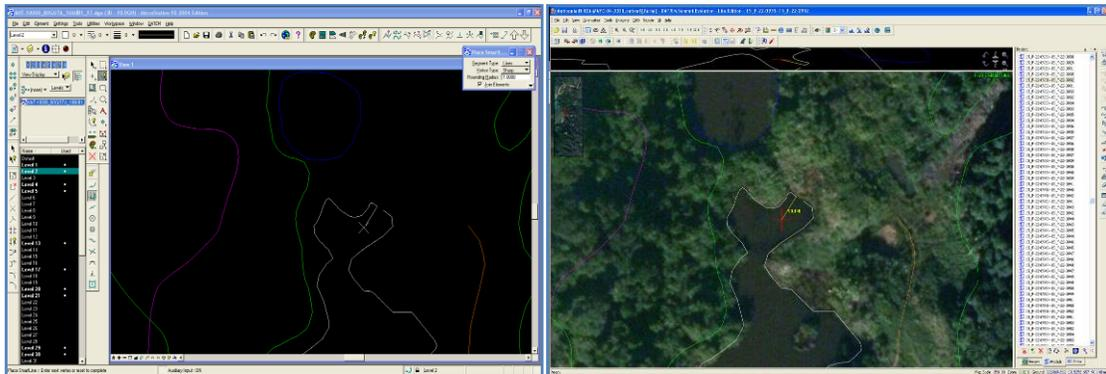

Figura 26. Captura del elemento
5. Ubique el elemento en **DAT/EM** con su respectiva altura y comience la captura. (Ver Figura 26).